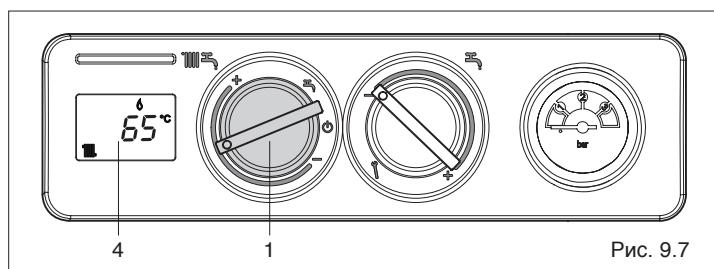

Рис. 9.7
- **Режим «Зима»:** установите переключатель режимов работы (1, Рис. 9.7) внутри зоны, обозначенной знаками + и - если вы хотите, чтобы котёл работал на отопление и на ГВС. Приоритет будет у функции ГВС. При запросе горячей воды на дисплее (4, Рис. 9.7) отобразится температура воды в бойлере, значок работы в режиме ГВС и значок пламени. При запросе тепла для отопления котёл включится, на дисплее (4, Рис. 9.7) отобразится температура воды в котле, значок работы в режиме отопления и значок пламени. Если на дисплее появится значок и код аварии, значит, котёл находится в режиме временной остановки (смотри главу "Режим работы котла и неисправности").